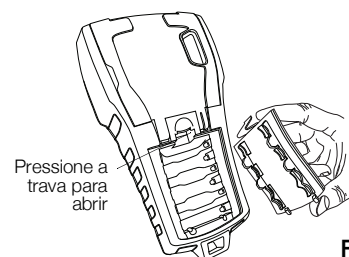

Figura 3
- 1 Pressione a trava na parte posterior da impressora de etiquetas para remover a tampa do compartimento da bateria. Consulte a Figura 3.